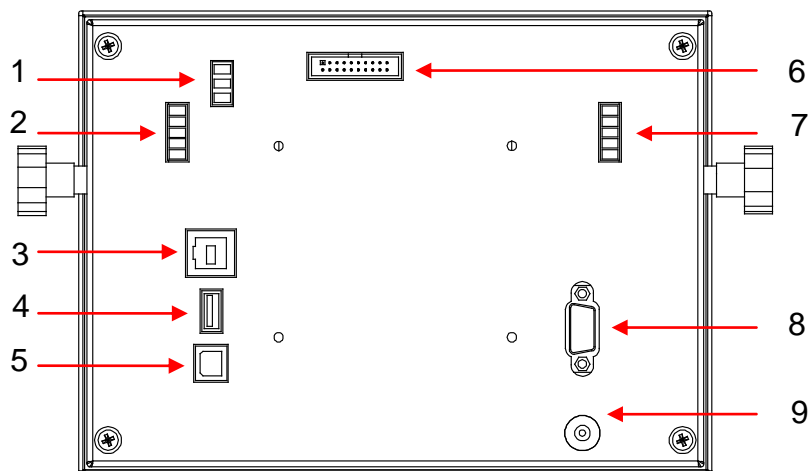

Figure 2-2 T81XZH 称重仪表
台秤秤体或者平台秤体可以参考 Figure2-2 连接 T81XZH 电子称重仪表，仪表上传感器接线插座信号指示如下图所示。
请按图示连接方式将 RS232 线束连接到 RS232 插口上 (Figure 2-2, item 1 和 7)
或者也可以将 RS232 线束与附件袋中的接线端子连接，然后插到仪表端的插座上 (Figure 2-2, item 1)
将电子称重仪表包装内附带的电源适配器端子连接到电子称重仪表的电源插口上 (Figure 2-2, item 9), 然后将电源插头插到电源插座上。